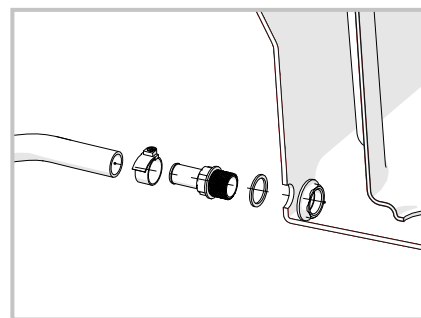

Рис. 3. Установка патрубка
- 11) Извлеките накопитель (поз.4) и установите снаружи штуцер шланга (поз. 12) и уплотнительное кольцо (поз. 16) в отверстие в нижней части корпуса согласно схеме сборки (рис.3).
- 12) Изнутри закрутите гайку (поз. 14) (рис.3).